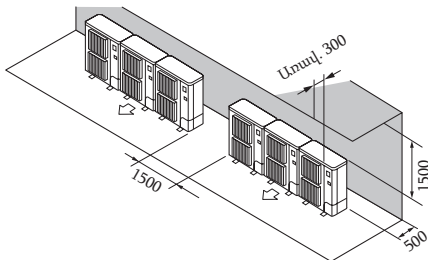

Fig. 2-10
- ② Խոչընդոտներ հետևում և վերևում (Fig. 2-10)